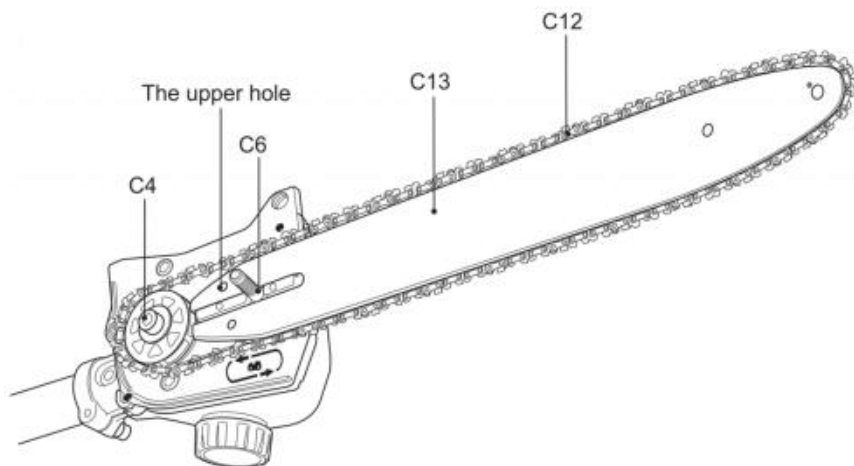

Fig. 10
6) Allineare il gruppo catena della sega (C12) e barra di guida (C13) con la ruota dentata di azionamento (C4) e il bullone di montaggio (C6). Disporre la catena della sega (C12) attorno alla ruota dentata di trasmissione (C4) e quindi abbassare la barra di guida (C13) per installarla sul bullone di montaggio (C6). Assicurarsi che il perno di tensione sia inserito nel foro superiore sulla barra di guida (C13). (Fig.10)